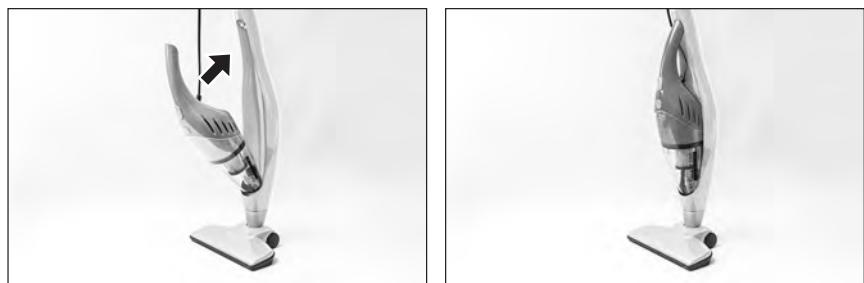

рис.6
- Отсоедините щелевую насадку и вставьте ручной пылесос с контейнером в держатель до щелчка (рис.6).